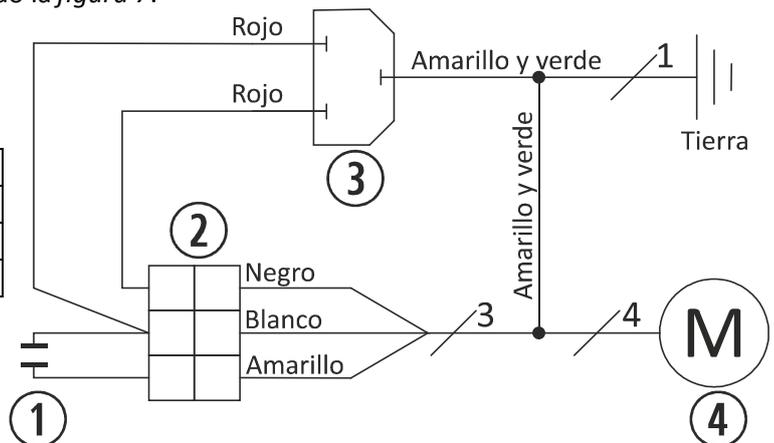

Figura 7
- 4.6. La carcasa del motor ya dispone de los orificios necesarios para insertar y atornillar el condensador (14A), la regleta de conexionado (14) y el filtro antiparasitario EMI (5D). Realizamos el conexionado eléctrico siguiendo la figura 7.
①	Condensador de 4 μ F
②	Regleta de conexiones.
③	Filtro antiparasitario EMI.
④	Motor reductor.